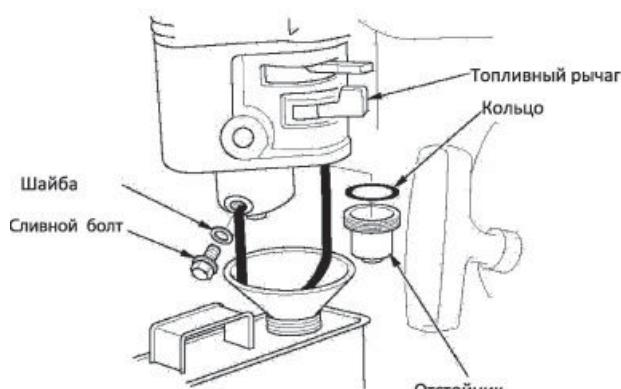

Рис.17
- Поместите подходящую емкость для топлива под карбюратор, и используйте во-ронку, чтобы избежать утечки топлива (Рис.17).